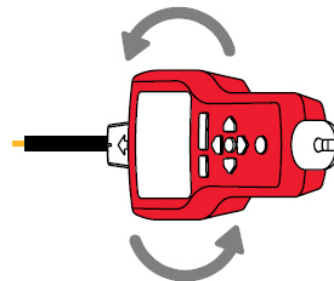

Figure 4.10c
6. Pour vérifier la direction du fil, tournez de temps en temps le récepteur de 90 degrés. L'intensité du signal sera la plus élevée si le fil est aligné avec la rainure du capteur de pointe. (voir figure 4.10c)